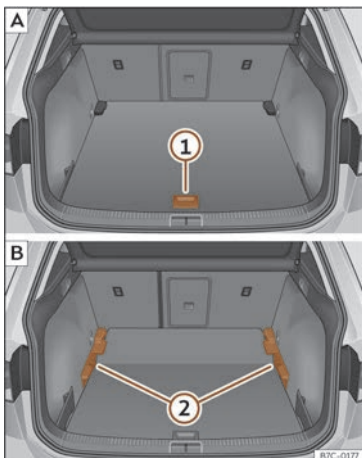

Fig. 165 Plancher du coffre à bagages modulaire : **A** position haute ; **B** position basse.
- Pour passer de la position basse en position haute, relevez le plancher avec la poignée >>> **fig. 165** ①, tirez-le vers l'arrière jusqu'à ce que la partie avant du plancher dépasse complètement les supports ②.
- Déplacez le plancher vers l'avant sur ces derniers jusqu'à ce qu'il bute contre le dossier de la banquette arrière et ensuite, abaissez le plancher avec la poignée ①.
- Pour passer de la position haute en position basse, relevez le plancher avec la poignée >>> **fig. 165** ①, tirez-le vers l'arrière jusqu'à ce que la partie avant du plancher dépasse complètement les supports ②.
- Laissez tomber la partie avant contre le plancher et poussez ce dernier vers l'avant jusqu'à ce qu'il bute contre le dossier de la banquette arrière en abaissant en même temps le plancher avec la poignée ①.
- Lorsque le plancher modulaire se trouve en position haute, relevez-le à l'aide de la poignée >>> **fig. 165** ①, tirez-le et repoussez-le vers le dossier de la banquette arrière jusqu'à ce qu'il se plie au niveau de la charnière et que sa partie mobile repose contre le dossier.
- Pour passer de la position haute en position basse, relevez le plancher modulaire avec la poignée >>> **fig. 165** ① et tirez-le légèrement vers l'arrière.
- Poussez le plancher modulaire en direction des sièges arrière rabattus à l'aide de la poignée ① en appuyant légèrement dessus de manière à placer la partie mobile du plancher au même niveau que le dossier des sièges arrière.